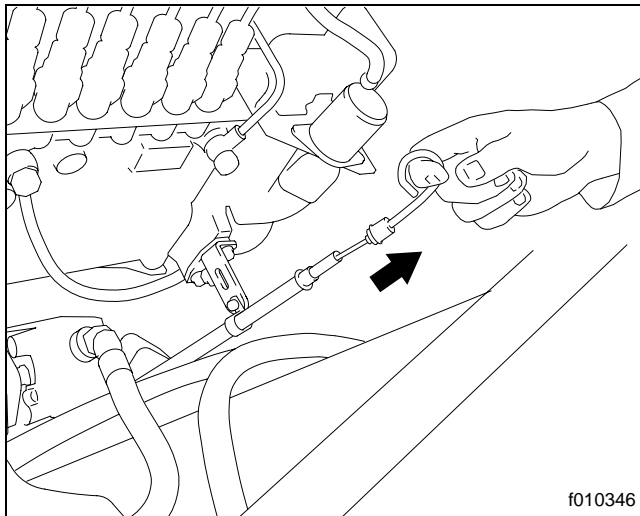

Figura 9.7, Revisión del nivel de aceite del motor
15. *Revise el nivel del aceite lubricante del motor (**Figura 9.7**).*